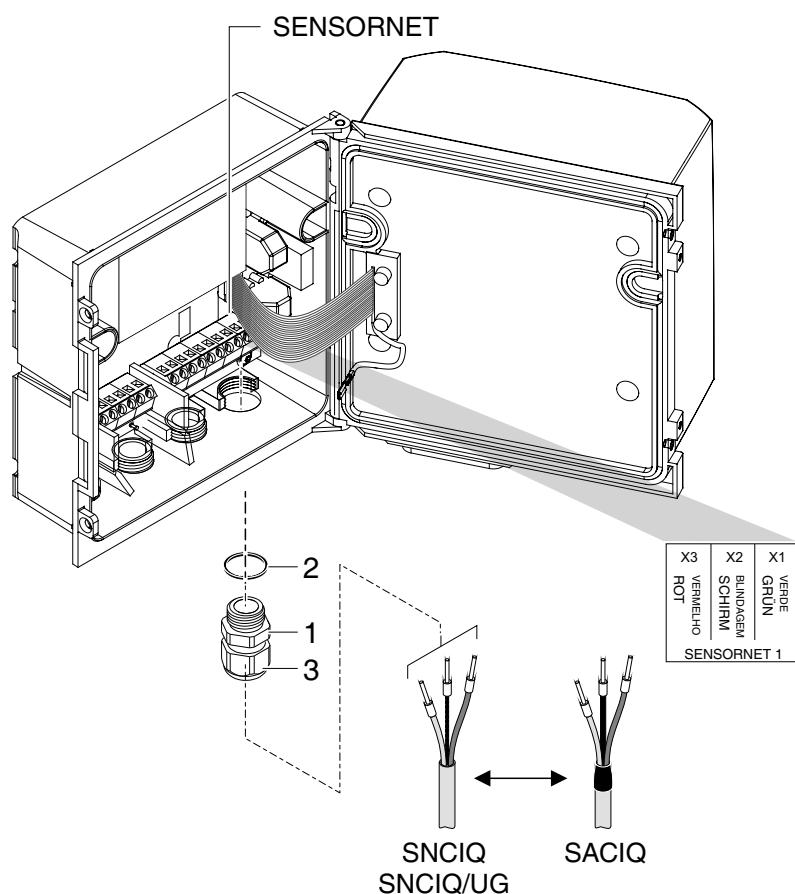

Fig. 3-3 Ligar o cabo (exemplo DIQ/S 28XCR3)
- 2 Aparafusar o prensa-cabo (n.º 029 212, pos. 1 em Fig. 3-3) com a vedação (pos. 2) na caixa na posição de montagem para a ligação SEN-SORNET (ver etiqueta na parte inferior da caixa).
- 3 Desaperte a porca da tampa (pos. 3 em Fig. 3-3).
- 6 Apertar a porca da tampa (pos. 3 em Fig. 3-3).